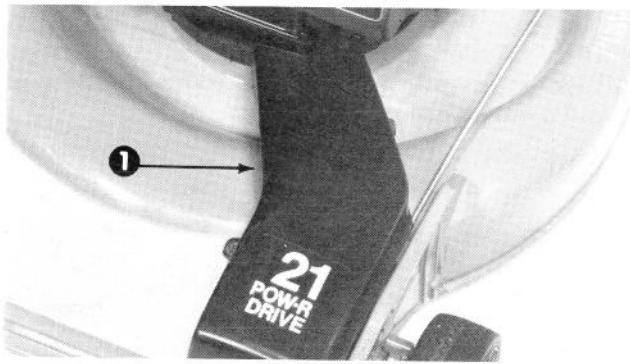
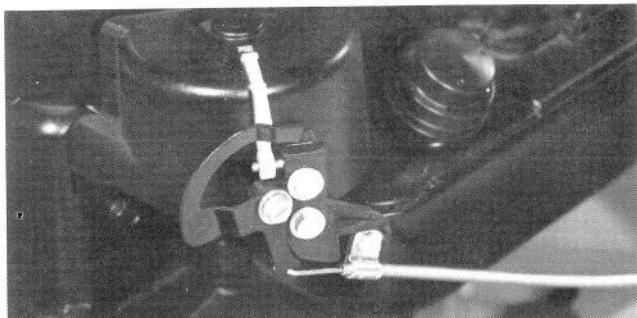

Figure 32
Figure 34
2. Enlevez les deux vis qui retiennent le couvercle du mécanisme de traction POW-R-DRIVE (Fig. 32) et mettez le couvercle de côté.
Le mécanisme de débrayage du démarreur à rappel (Fig. 34) sur le côté gauche du moteur, couplé à la commande de traction, débraye le démarreur à rappel pour empêcher la mise en marche du moteur quand la commande de traction est en position EMBRAYÉE. A moins que le câble de commande ne casse ou qu'on le remplace, il est peu probable que vous ayez à refaire le réglage.
3. Desserrez la vis du serre-câble jusqu'à ce que le câble puisse glisser librement (Fig. 34).
4. Tirez le cordon de démarrage lentement jusqu'à ce que le bras de débrayage se déplace vers l'extérieur, et retenez le démarreur à rappel dans cette position pour garder le bras écarté (Fig. 34).
5. Déplacez le levier de came jusqu'à ce que le bras de débrayage vienne en contact avec le "V" sur le côté intérieur du levier de came (Fig. 34). Maintenez le levier de came et le bras de débrayage dans cette position et laissez revenir le cordon du démarreur; serrez ensuite la vis du serre-câble (Fig. 32).